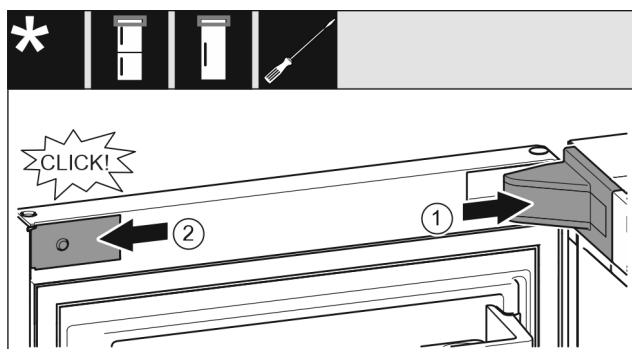

Fig. 34
- ▶ Sätt an lagerbockskydd och haka i, tryck vid behov försiktigt isär. Fig. 34 (1)
- ▶ Sätt an panelen på sidan och haka i. Fig. 34 (2)